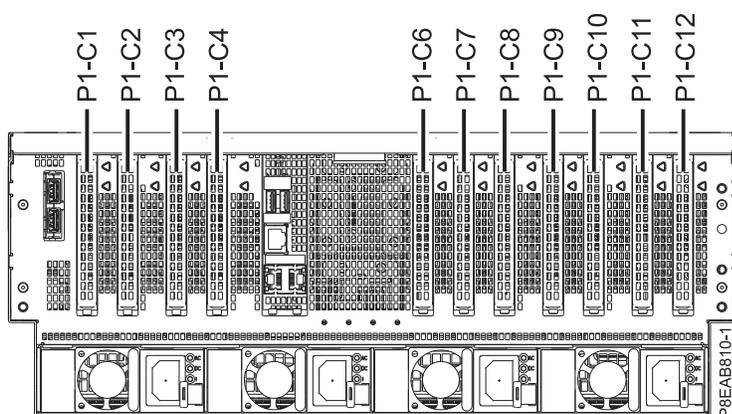

Figure 13. Emplacements de carte PCIe sur le système 8408-44E ou 8408-E8E
1. Familiarisez-vous avec les emplacements de carte PCIe. Les cartes PCIe sont installées à l'arrière du système. La figure 13 illustre les emplacements des cartes PCIe sur un système 8408-44E ou 8408-E8E.